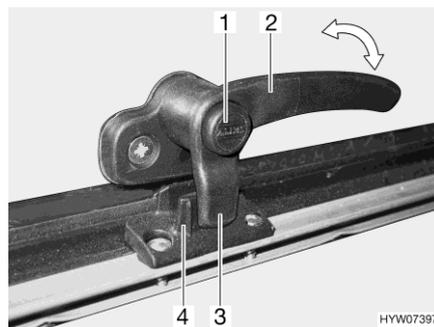
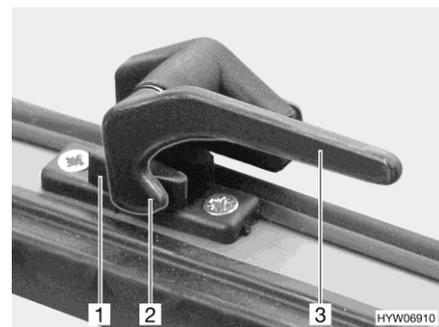

Fig. 88 Levier de verrouillage avec bouton de sécurité en position "Fermé"
Fig. 89 Levier de verrouillage en position "Fermé"
- S'il existe, appuyer sur le bouton de sécurité (Fig. 88,1) et le maintenir enfoncé.
- Tourner tous les leviers de verrouillage (Fig. 88,2 ou Fig. 89,3) d'un quart de tour vers le centre du lanterneau.
- Tourner tous les leviers de verrouillage (Fig. 88,2 ou Fig. 89,3) d'un quart de tour vers le cadre. Le tenon de verrouillage (Fig. 88,3 ou Fig. 89,2) repose sur le côté intérieur du verrouillage du lanterneau (Fig. 88,4 ou Fig. 89,1).
- En position "Fermé" (Fig. 88 et Fig. 89)